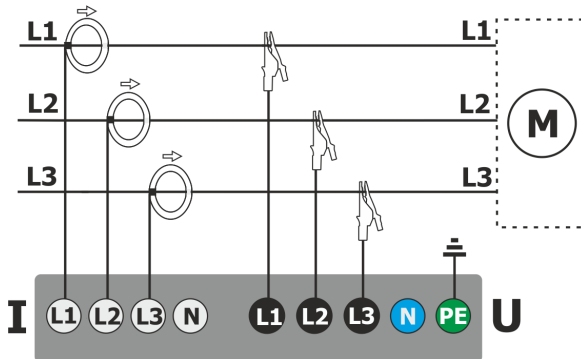
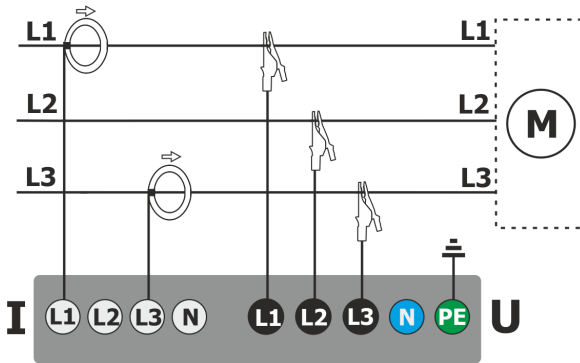

Abb. 41. Schaltbild – 3-Phasen 3-Leiter Netz
Abb. 42. Schaltbild – 3-Phasen 3-Leiter Netz (Strommessung durch die Aron Methode)
- 3-Phasen 3-Leiter (Abb. 41, Abb. 42)
In 3-Leiter AC Netzen kann der Strom durch die Aron Methode (Abb. 42) ermittelt werden. Es werden hierzu nur zwei Zangen für die Messung der Linearströme  $I_{L1}$  und  $I_{L3}$  benötigt.  $I_{L2}$  wird dann aus folgender Formel berechnet: